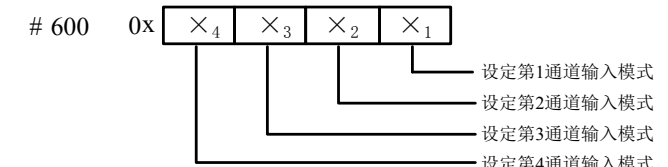

图 2-1 模式设定单元与通道对应关系
4. BFM#600: 输入模式设定单元。用于设定第 1 通道到第 4 通道的输入模式。具体对应关系如图 2-1 所示。